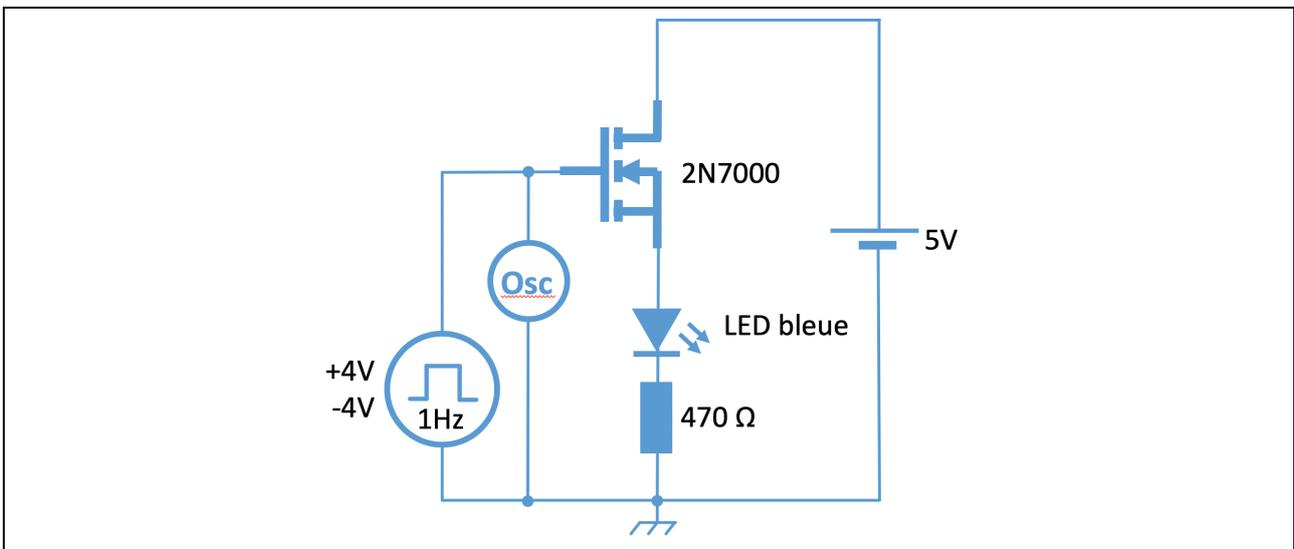

Figure 5 : Schéma d'une commande High-Side.
- 3.1.4. Comparer votre courbe à la figure 5 p5 de la datasheet (p8 de l'énoncé) et interpréter les écarts.